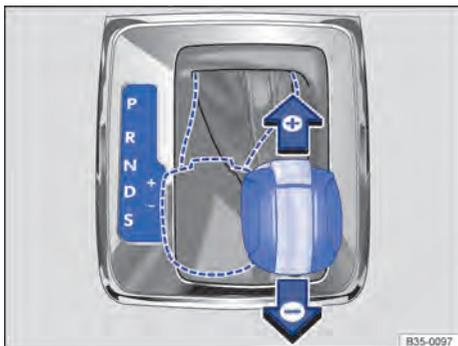

Fig. 149 Alavanca seletora na posição Tiptronic (veículos com direção à esquerda). Veículos com direção à direita são espelhados.
- Mover a alavanca seletora para frente (+) ou para trás (-) para aumentar ou diminuir a marcha ⇒ Fig. 149.